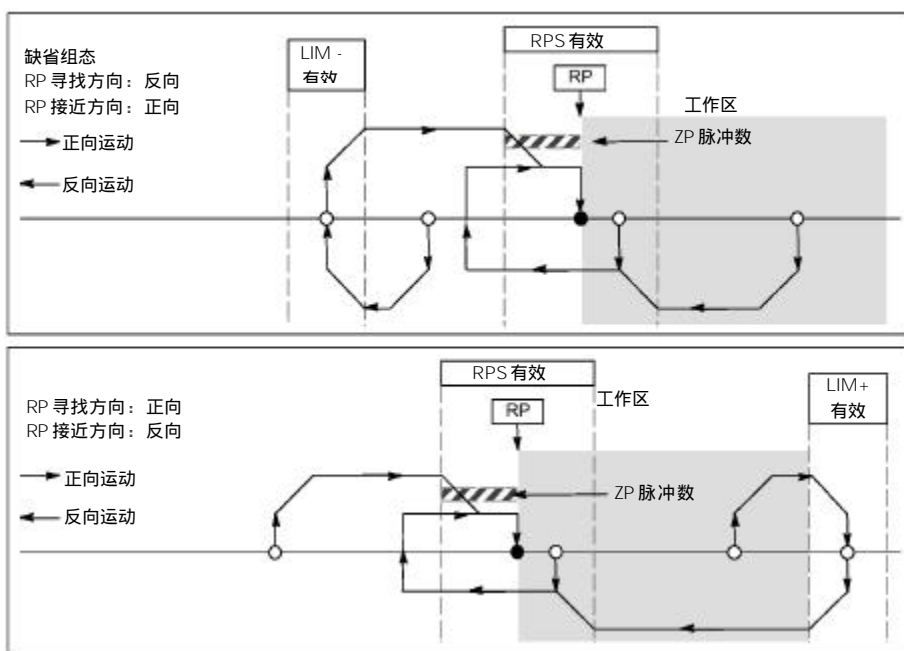

图 9-17 RP 寻找模式 4
- 图 9-17 所示是 RP 寻找模式 4 的选项。这种模式将 RP 定位在 RPS 输入有效区域内一个指定数量的零脉（ZP）处。